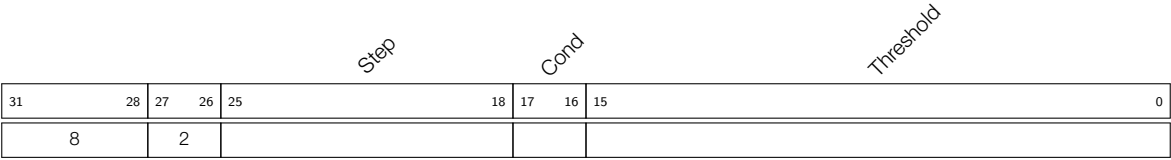

图 27-17. 指令类型 - JUMPS
**Operand**    **描述** - 见图 27-17